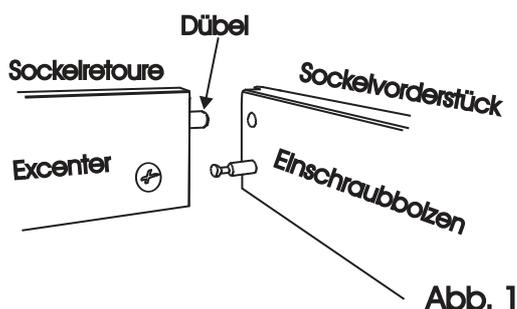

Abb. 1
1. Montieren Sie die Sockel-Retouren mit dem Sockelvorderstück. Hierzu stecken Sie jeweils einen Excenter und einen Dübel (8x30) in die Sockel-Retouren. Schrauben Sie in das Sockelvorderstück links und rechts einen Einschraubbolzen ein. (Abb. 1)